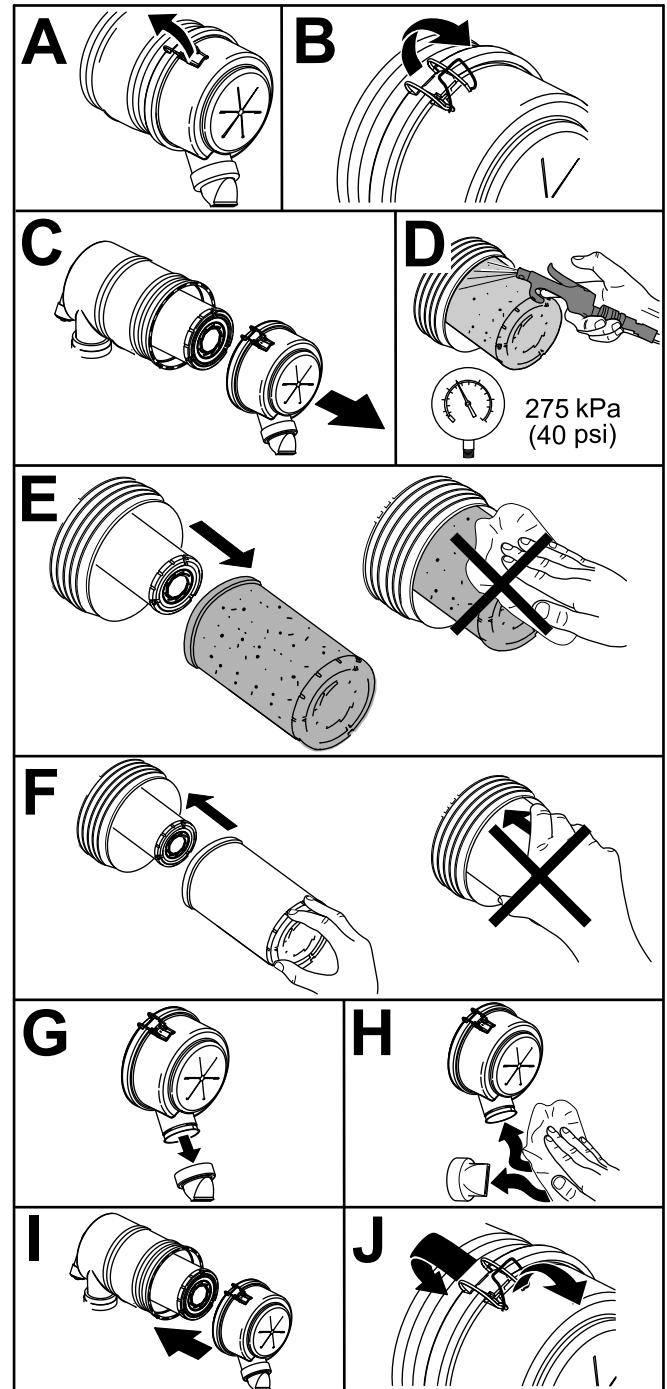

Figura 83
1. Sostituite il filtro dell'aria (Figura 83).